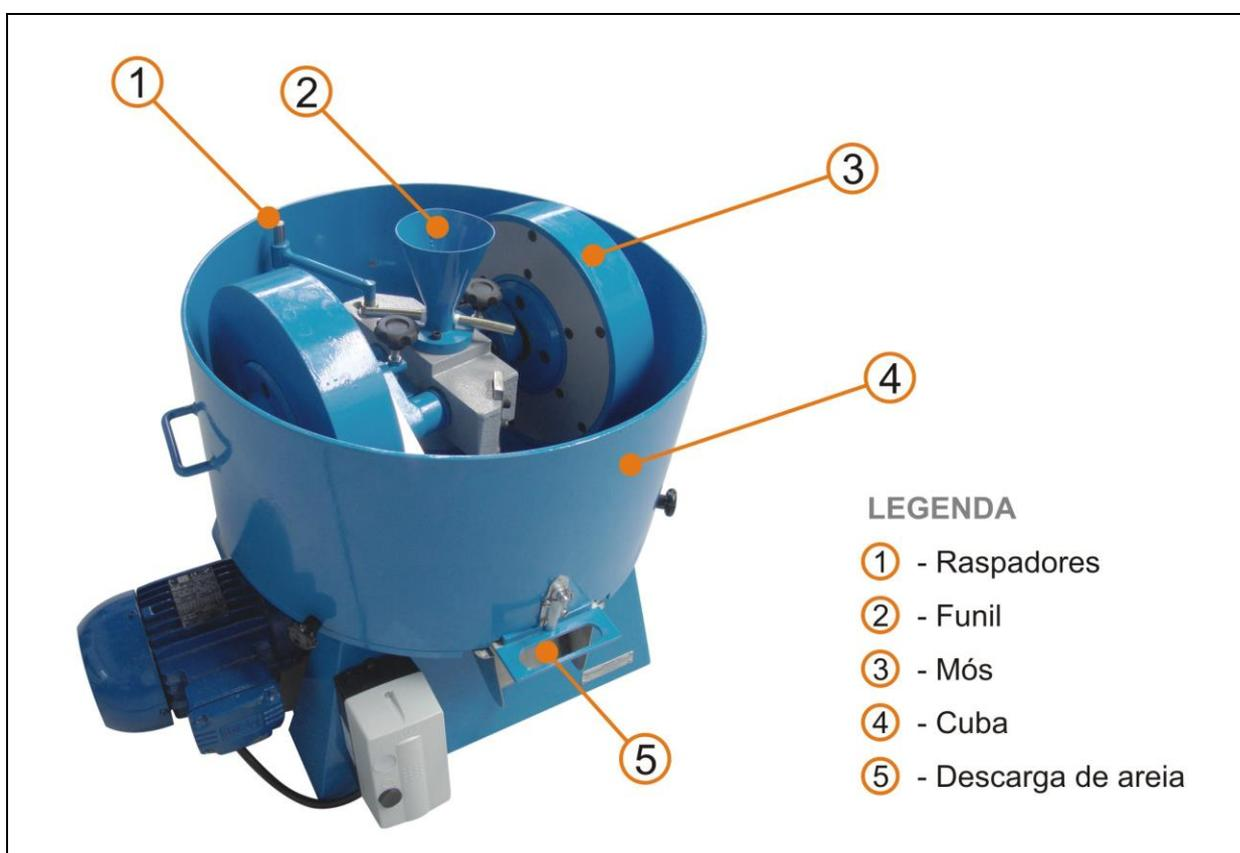

Figura 1 – Foto ilustrativa de um misturador de laboratório.
- 4.1_ Misturador de laboratório do tipo mós verticais do fundo liso, conforme CEMP 198 (Figura 1);